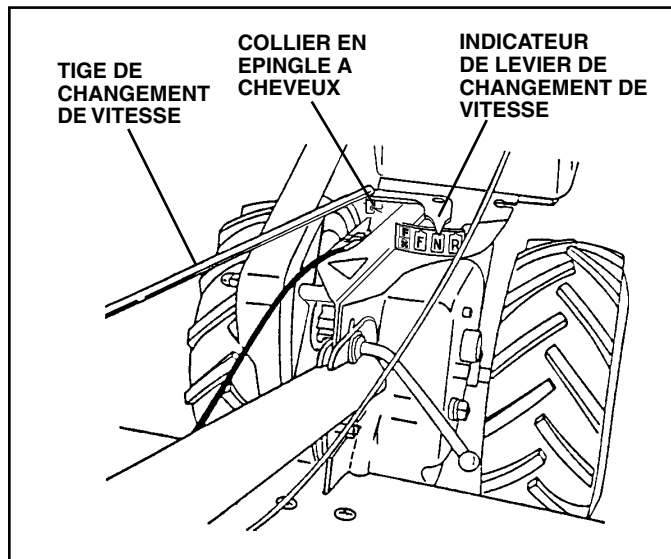

FIG. 7
(Voir la fig. 7)
- Assurez-vous que l'indicateur de levier de changement de vitesse est en position point mort ("N") (Voir la fig. 7).